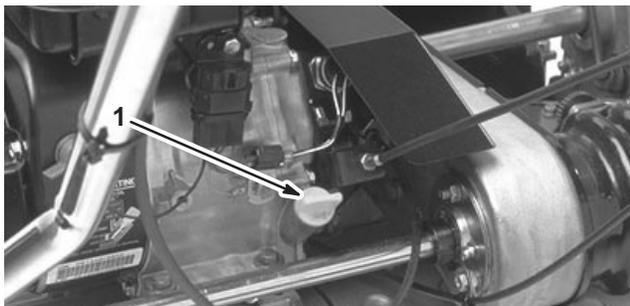

Bild 7
- Stellen Sie den Rasenmäher so hin, dass der Motor eben ist (Bild 7).